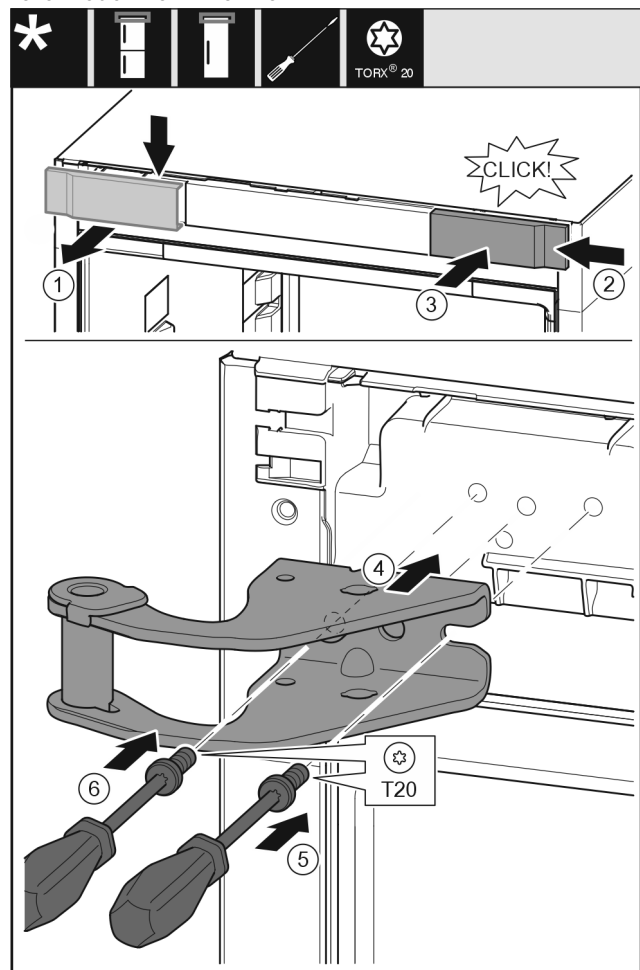

Fig. 31
- ▶ Vegye ki felülről az alsó fedelet előre felé. Fig. 31 (1)
- ▶ Akassza be a fedelet 180°-kal elfordítva a másik oldalra jobbról. Fig. 31 (2)
- ▶ Pattintsa be a fedelet. Fig. 31 (3)
- ▶ Helyezze fel a felső csapágybakot. Fig. 31 (4)
- ▶ Helyezze fel és húzza meg a csavart a T20 csavarhúzóval. Fig. 31 (5)
- ▶ Helyezze be és húzza meg a csavart a T20 csavarhúzóval. Fig. 31 (6)